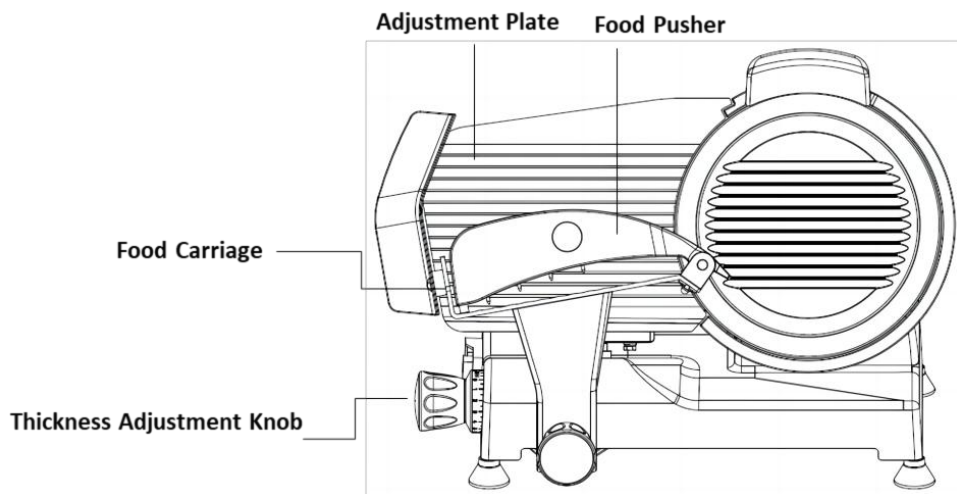

Fig. 1
3. Posizionare il cibo sul carrello scorrevole del cibo (parte n. 5) tra la piastra di regolazione (n. 3) e lo spingicibo (n. 12). Per evitare lesioni, utilizzare SEMPRE la maniglia spingi-alimenti (n. 11) per affettare la carne. (Fare riferimento alla Fig. 1)
4. Ruotare la manopola di regolazione dello spessore (parte n. 2) per impostare la piastra di regolazione (parte n. 3) per lo spessore di taglio desiderato. Girare in senso orario per tagli più sottili, in senso antiorario per fette più spesse. (Fare riferimento alla Fig. 1)